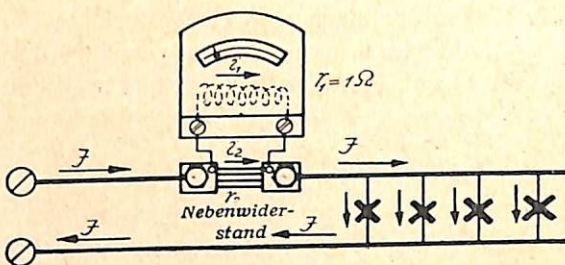

Abb. 15 (zu Aufg. 52).
In Gleichstromanlagen werden stärkere Ströme indirekt mit genau anzeigenden Meßgeräten (Milliamperemeter) gemessen. Weil diese Meßgeräte nur von schwachen Strömen durchflossen werden dürfen, schaltet man neben (parallel) diese Meßgeräte passende Widerstände (Nebenwiderstände). Ein viel benutztes Meßgerät ist das Drehspulmeßgerät. Das Meßgerät in Abb. 15 hat einen Eigenwiderstand von 1 Ω . Die Skala des Meßgeräts ist in 150 Teile geteilt. Bei direkten Messungen ohne Nebenwiderstand entspricht jeder Teilstrich einer Stromstärke von 0,001 Ampere (1 Milliampere). Das Meßgerät ist infolgedessen bei direkten Messungen nur für eine Stromstärke von höchstens $150 \cdot 0,001 = 0,15$ Ampere oder 150 Milliampere zu gebrauchen. Es kann jedoch bei Verwendung passender Nebenwiderstände zur Messung der stärksten Ströme benutzt werden.
52. Abbildung 15 zeigt die Schaltung eines Strommessers (Milliamperemeters) mit Nebenwiderstand. Mit dem Meßgerät sollen Ströme von 1,5; 15; 150 und 1500 Ampere gemessen werden. a) Wie groß sind bei den einzelnen Messungen die Stromstärken in den Nebenwiderständen r_2 ? b) Wieviel Ω Widerstand müssen die einzelnen Nebenwiderstände haben?